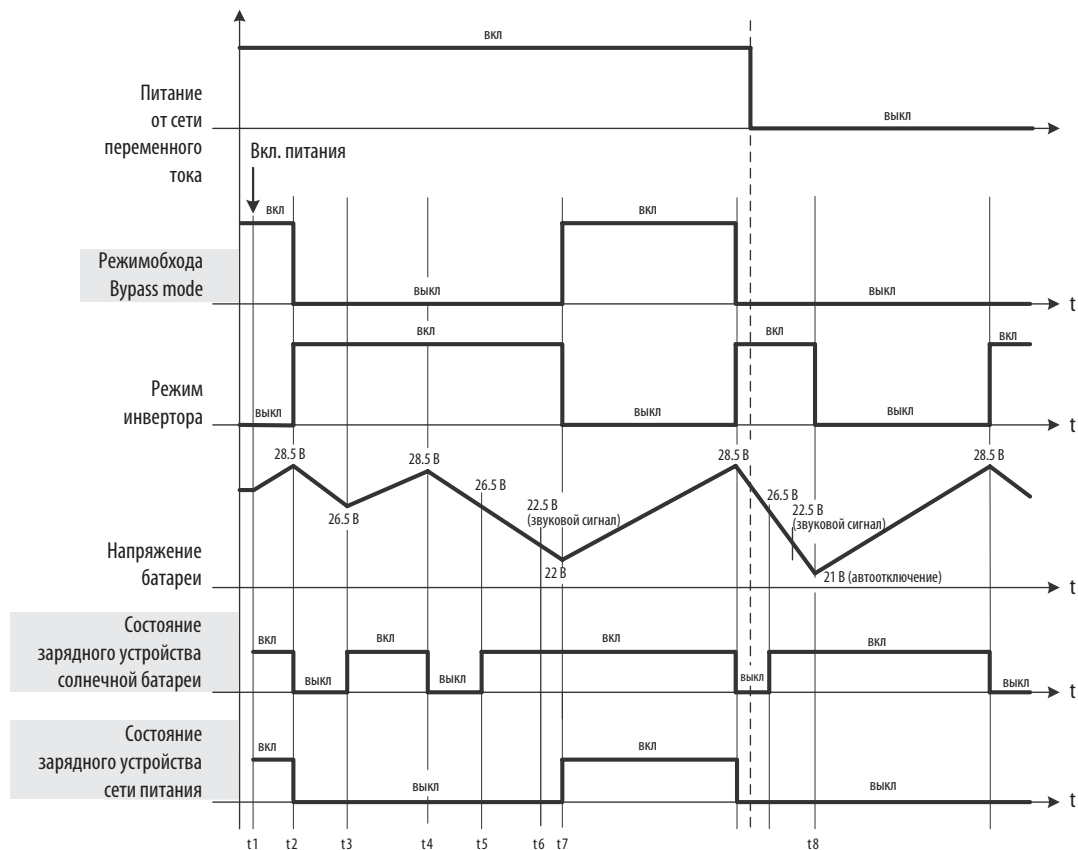

Рисунок 4.2 Диаграмма логики управления в энергосберегающем режиме Energy Saving mode
4.2 Описание логики управления в энергосберегающем режиме Energy Saving mode, (рис. 4.2)